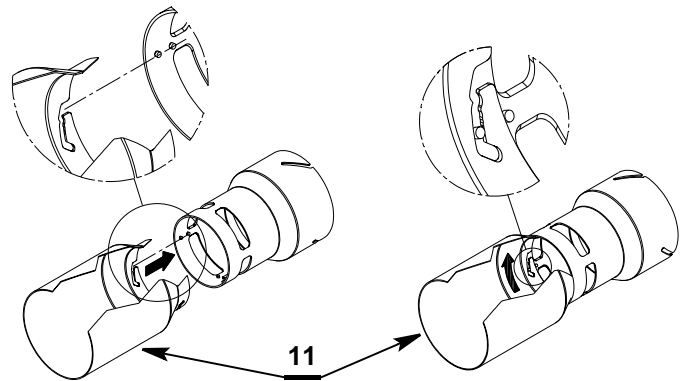

Fig. 28
- Fixer le cône flamme 11) (Fig. 28) selon les indications illustrées sur la figure.